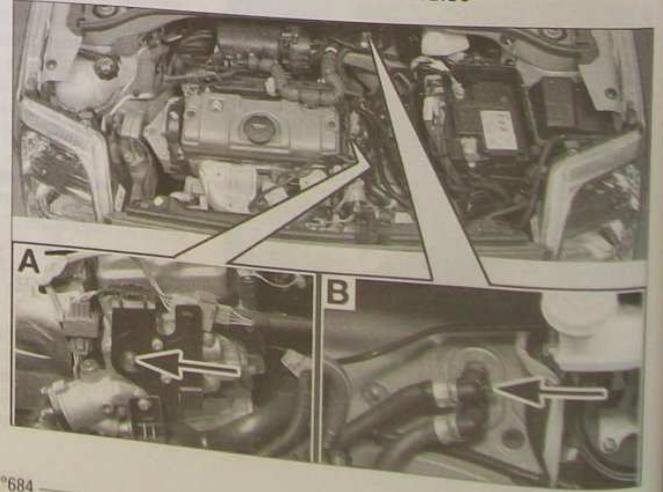

FIG. 31
- sur le boîtier thermostatique (A) (Fig.31) ;
- sur les durits du radiateur de chauffage (B).